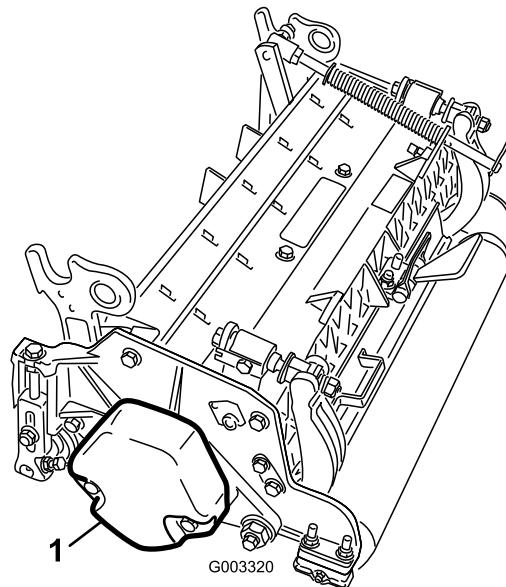

Figure 9
5. Veillez à monter le contrepoids (Figure 9) du bon côté de l'unité de coupe, comme expliqué dans le *Manuel de l'utilisateur* de l'unité de coupe.